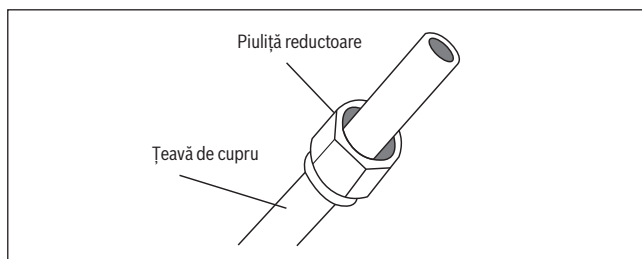

Fig. 16.
3. Plasați piulițe reductoare la ambele capete de țeavă. Asigurați-vă că acestea sunt orientate cu fața spre direcția potrivită, deoarece nu puteți să le puneți sau să le schimbați direcția după evazare. A se vedea fig. 16.